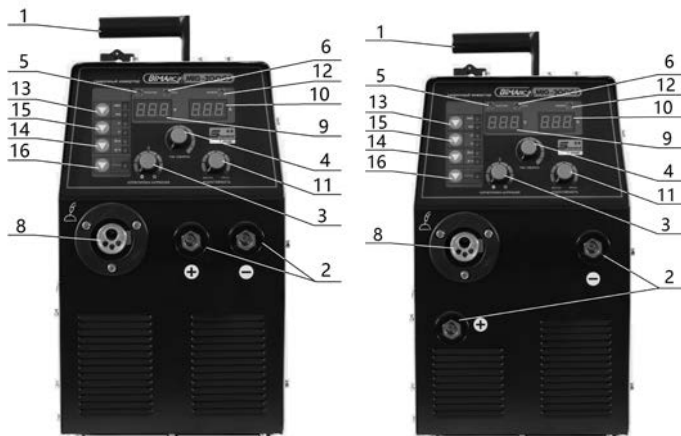
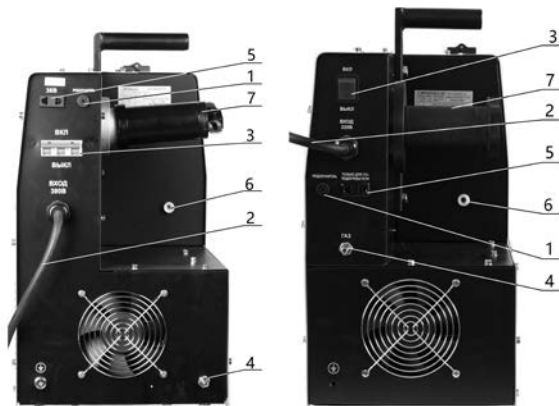
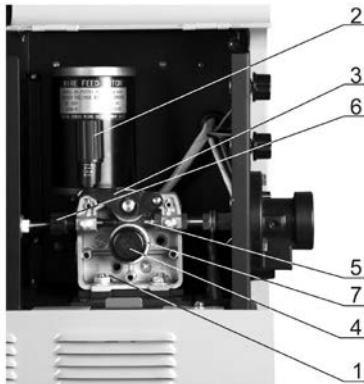

Рисунок 2 – Лицевая панель полуавтоматов сварочных MIG-200GS, MIG-250G, MIG-300G
Рисунок 3 – Тыльная сторона полуавтоматов MIG-200GS, MIG-250G, MIG-300G
Рисунок 4 – Механизм подачи полуавтоматов MIG-200GS, MIG-250G, MIG-300G
получает генератор, после чего формирование управляющих сигналов на импульсные транзисторы прекращается, и на выходных клеммах пропадает сварочное напряжение. На лицевой панели это состояние отображается включением светодиодного индикатора «Перегрев» (5 на рис.2). Обдув полуавтомата продолжает функционировать. Спустя некоторое время, температура радиаторов охлаждения возвращается к нормальной, датчик переходит в первоначальное состояние и на клеммах полуавтомата появляется выпрямленное напряжение.
Внешний вид лицевых панелей MIG-200GS, MIG-250G, MIG-300G приведён на рис. 2, тыльная часть на рис. 3, механизм подачи рис. 4. Существенных различий в расположении органов управления полуавтоматов MIG-250G, MIG-300G нет, по этой причине далее приводится одна иллюстрация для обоих полуавтоматов. Основное отличие механизма подачи полуавтомата MIG-200GS в сравнении с MIG-250G и MIG-300G – мотор-редуктор, он слабее. Расположение органов управления механизма подачи на всех трёх полуавтоматах одинаковое.
4.2 Подключите обратный кабель в разъём «-» гнезда 2 рис. 2. Полуавтомат в среде защитных газов работает на обратной полярности, то есть на изделие подаётся «-» гнезда (2 рис. 2), на
4.3 Подача защитного газа осуществляется через штуцер, выведенный на тыльную стенку (4 рис. 3), диаметр штуцера 8,5 мм. Подключение к баллону или центральной системе осуществляется рукавом газовым, один конец надевается на штуцер редуктора, другой полуавтомата. Фиксируется рукав хомутом. Давление в газовой магистрали не должно превышать 4 кгс/см^2 , в противном случае клапан газовый не обеспечит надёжной работы.
Для предотвращения охлаждения редуктора (сварка в защитном газе CO_2), желательно использовать подогреватель, для подключения которого на задней стенке полуавтомата предусмотрена розетка 36В (5 рис. 3). Защита цепей подогревателя – плавкий предохранитель – его корпус (1) закреплён на задней стенке. Номинал плавкой вставки 8А (20*5).
Подготовленную горелку подключите к разъёму (8 рис. 2) и надёжно зафиксируйте накидной гайкой горелки.
4.7 Переведите выключатель питания в положение «Вкл», при этом полуавтомат включится: обдув функционирует, экраны (9, 10 рис. 2) отображают цифровую информацию, светодиодный индикатор «Сеть» (6 рис. 2) имеет свечение.
4.8 Установите ролик механизма подачи (7 рис. 4) канавкой под выбранный диаметр проволоки:
- отведите прижимной винт коромысла (2);
- под действием пружины коромысло (3) прижимного ролика поднимется;
- открутите стопорный винт (4) ведущего ролика;
- закрепите ведущий ролик стопорным винтом (4).
- освободите фиксатор тормозного устройства (7 рис. 3);
- заведите проволоку через направляющую (6 рис. 4), через механизм подачи и далее в капиллярный канал (5 рис. 4) евроразъёма;
- установите на место прижимной ролик (3 рис. 4) коромысла 3;
- протяните проволоку сварочную в горелку, нажав кнопку протяжки (16 рис. 2), до выхода её из наконечника. Выполняя эту операцию, горелку желательно вытянуть;
- отрегулируйте прижим проволоки винтом коромысла (2 рис. 4).
- на свариваемых образцах подберите значение сварочного тока поворачивая регулировочную ручку «ток сварки» (4 рис. 2);
- в случае, если на выбранном режиме не происходит должного прогрева детали поверните ручку «корректировка напряжения» (3 рис. 2) по часовой стрелке, если происходит чрезмерный перегрев сварочной ванны – против часовой стрелки.
4.12 Установите требуемую величину индуктивности 11 (рис. 2). Данная регулировка позволяет изменять «жесткость» дуги. Используется при работе «на короткой» и «длинной» дуге.
4.13 Выбор режима работы горелки 2Т/4Т осуществляется нажатием на кнопку 2Т/4Т (15 рис. 2). В режиме 2Т режим работы горелки следующий: нажатие кнопки на горелке включает подачу газа, спустя некоторое время на электродную проволоку подаётся сварочное напряжение и начинается движение проволоки из горелки, отпускание кнопки на горелке: происходит прекращение подачи проволоки, отключение сварочного напряжения, спустя некоторое время прекращается истечение защитного газа. В режиме 4Т режим работы горелки следующий: первое нажатие кнопки на горелке включает подачу газа, отпускание кнопки включает сварочное напряжение и начинается подача электродной проволоки. Второе нажатие на кнопку горелки: прекращается подача сварочной проволоки, отключается сварочное напряжение, отпускание кнопки отключает подачу защитного газа. Наличие режима 4Т
4.14 Для корректной работы в режиме полуавтоматической сварки выберите кнопкой (14 на рис. 2) диаметр используемой сварочной проволоки 0,8/1,0 мм. В случае установки ролика с канавками отличными от 0,8/1,0 полуавтомат работать будет, но точности в подборе программой режимов не будет, в этом случае необходимо самостоятельно настроить режим ручками на панели.
4.15 При несоблюдении режима работы ПВ% согласно Таблице 1 или высокой температуры окружающей среды на лицевой панели загорается индикатор «перегрев» (5 рис. 2), при этом напряжение между выходными разъёмами (2) снимается. Спустя некоторое время обдув не прекращающийся работает понижает температуру полуавтомата, индикатор «перегрев» гаснет, на входных разъёмах восстанавливается напряжение.
Полуавтомат позволяет работать в режиме ручной дуговой сварки штучным электродом, для этого нажмите кнопку (13 рис. 2), светодиодный индикатор отобразит режим работы ММА.
Подключение сварочных кабелей к байонетным разъёмам (2 рис.2) расположенным на лицевой панели при работе на постоянном токе производится двумя способами:
Регулировка сварочного тока, в режиме ручной дуговой сварки, осуществляется ручкой (4 рис. 2), считывание величины тока по табло.